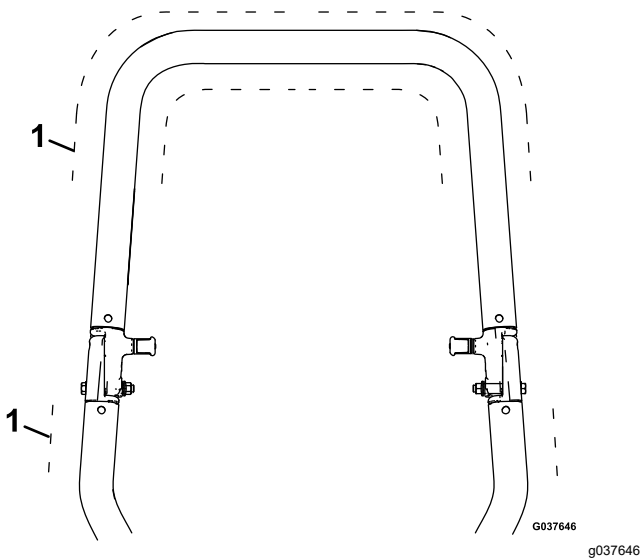

Figura 1
2. Fije las dos abrazaderas a la barra antivuelco en la posición deseada (Figura 1).